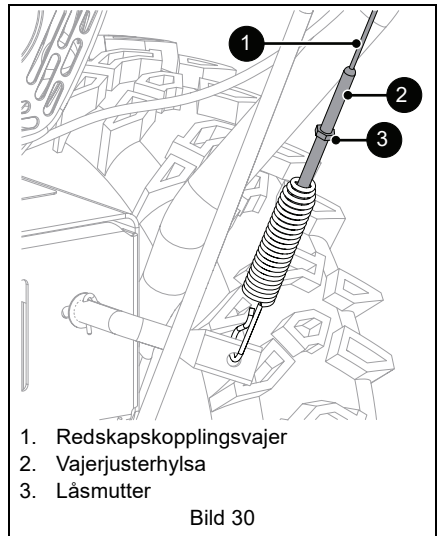

Bild 30
4. Lossa låsmuttern på vajerjusteringshylsan och vrid sedan justerhylsan nedåt för att förkorta vajern så att den spänns. Se Bild 30.
6. Dra åt låsmuttern på vajerjusterhylsan. Se Bild 30.